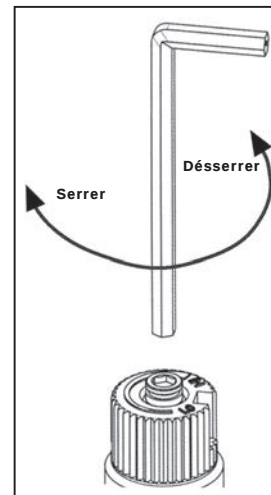

Figure 12: Retrait de la vis de soupape
- Retournez la vis (reportez-vous à la Figure 12).